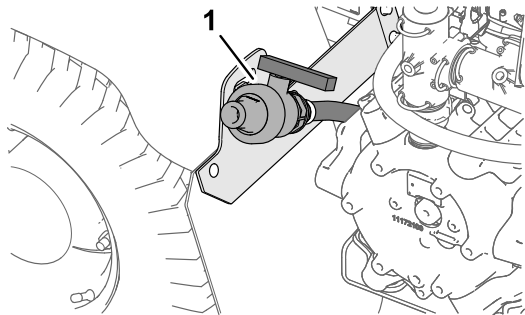

Рисунок 44
2. Найдите сливной клапан бака на левом заднем крыле машины (Рисунок 44).